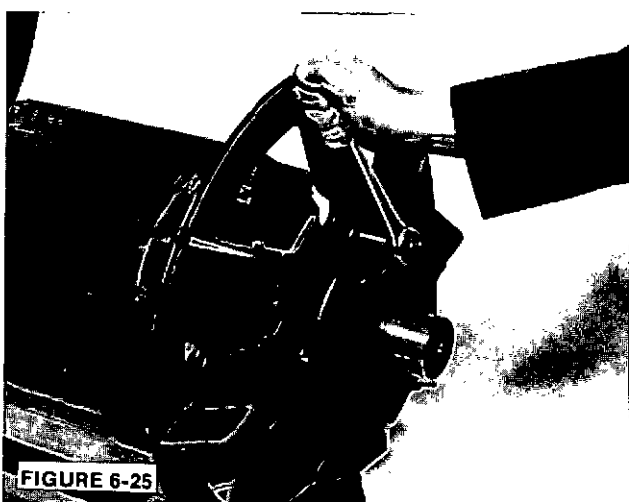

FIGURE 6-25
- 3.b. Pour les alternateurs monopoliers, démonter le roulement côté accouplement et le couvercle de roulement (voir les instructions pour la dépose des roulements). Dévisser les vis de fixation du ventilateur et faire glisser le ventilateur hors de l'arbre (figure 6-25 et 6-26.).